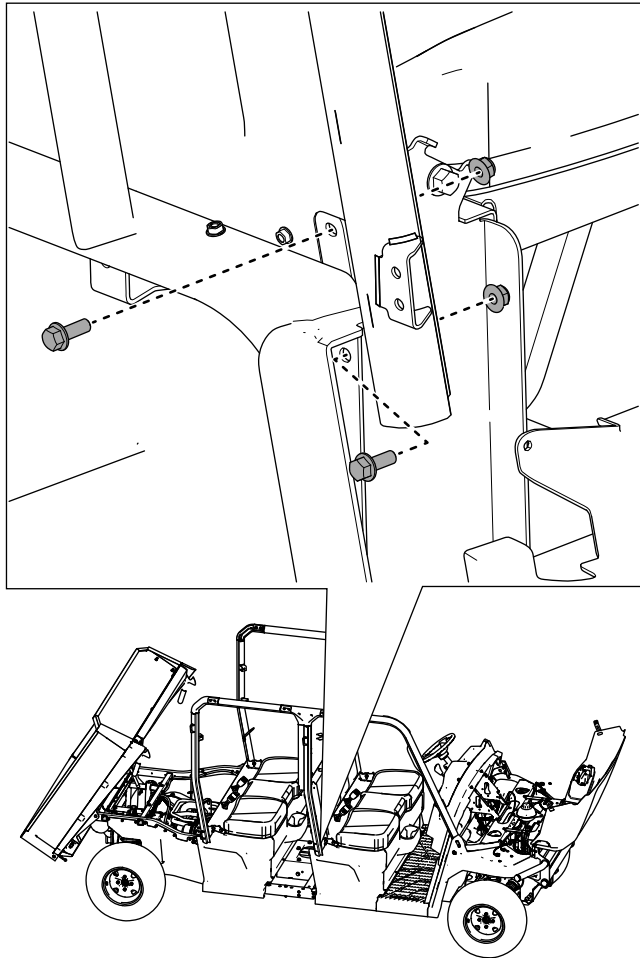

Figura 41
13. Sujete provisionalmente la parte inferior del conjunto de barra antivuelco media derecha en el conjunto de la base de asiento con 2 pernos con arandela prensada ($\frac{3}{8}$ " x 1") y 2 contratuercas ($\frac{3}{8}$ "), tal y como se muestra en la Figura 41.